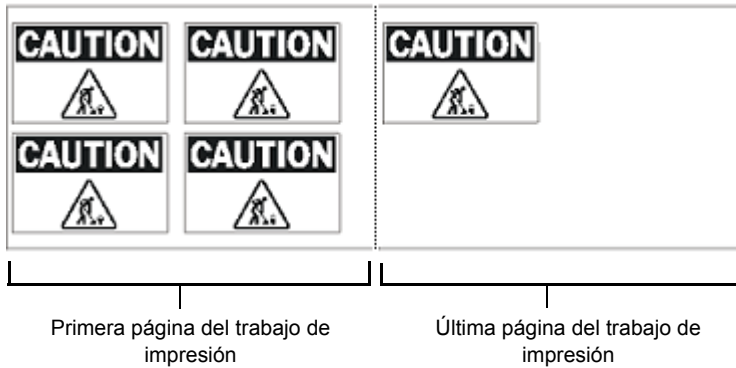

Figura 11-2. Etiquetas de ejemplo con la opción de ahorro de suministro activada
**Una página es el área entre el borde frontal de la cinta (donde empieza la etiqueta) y el corte de separación.** Una página puede contener una o más etiquetas, y su tamaño mínimo es de dos pulgadas o 51 mm. Consulte la Figura 11-1 y la Figura 11-2 para ver ilustraciones de páginas.